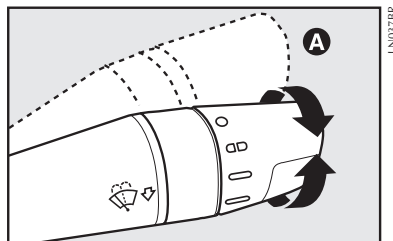

fig. 57
### Limpiaparabrisas/lavaparabrisas fig. 57.
**A-fig. 57** Desplazando la palanca a la posición **A**, se activa el funcionamiento temporario y continuo rápido: al soltar la palanca, esta vuelve a la posición **○** y el limpiaparabrisas se detiene automáticamente.
### Lavado inteligente fig. 57
**1)** pisando el acelerador y luego memorizando la nueva velocidad alcanzada colocando la palanca **A-fig. 57** en la posición **(+)** por más de tres segundos);